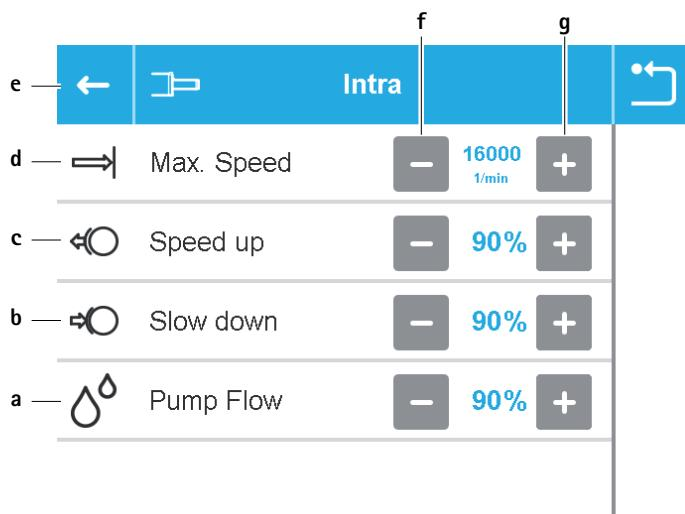

Fig. 10 Motorinställningar – vald typ av användningsdel
- Undermeny för vald typ av användningsdel öppnas, se Fig. 10.